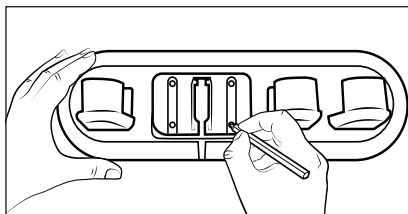

Fig. 5
- 3) Utilizați suportul pentru accesorii **17** pentru a marca poziția celor patru găuri pe perete (a se vedea fig. 5).